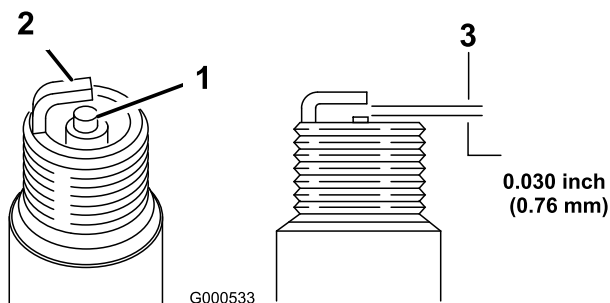

Figura 35
1. Inspeccione la bujía (Figura 35).
2. Compruebe la separación entre los electrodos central y lateral (Figura 35).